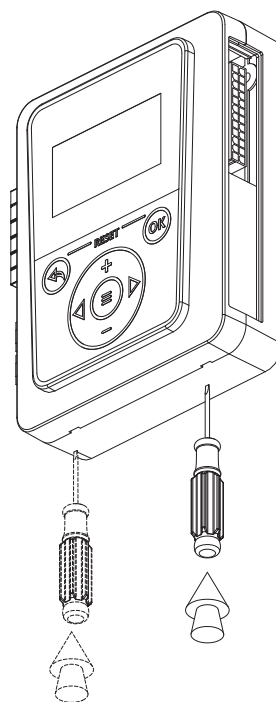

Рис. 12 Демонтаж лицевой панели
2. Снимите лицевую панель контроллера, ослабив защелки с помощью отвертки (Рис. 12);